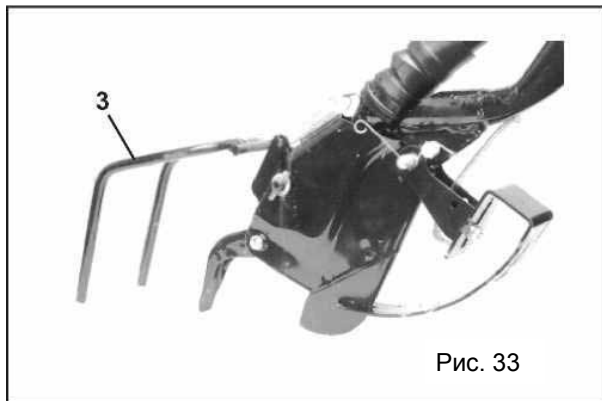

Рис. 33
**Борона на сошнике** (рис. 33): только для анкерных сошников с тупым углом вхождения